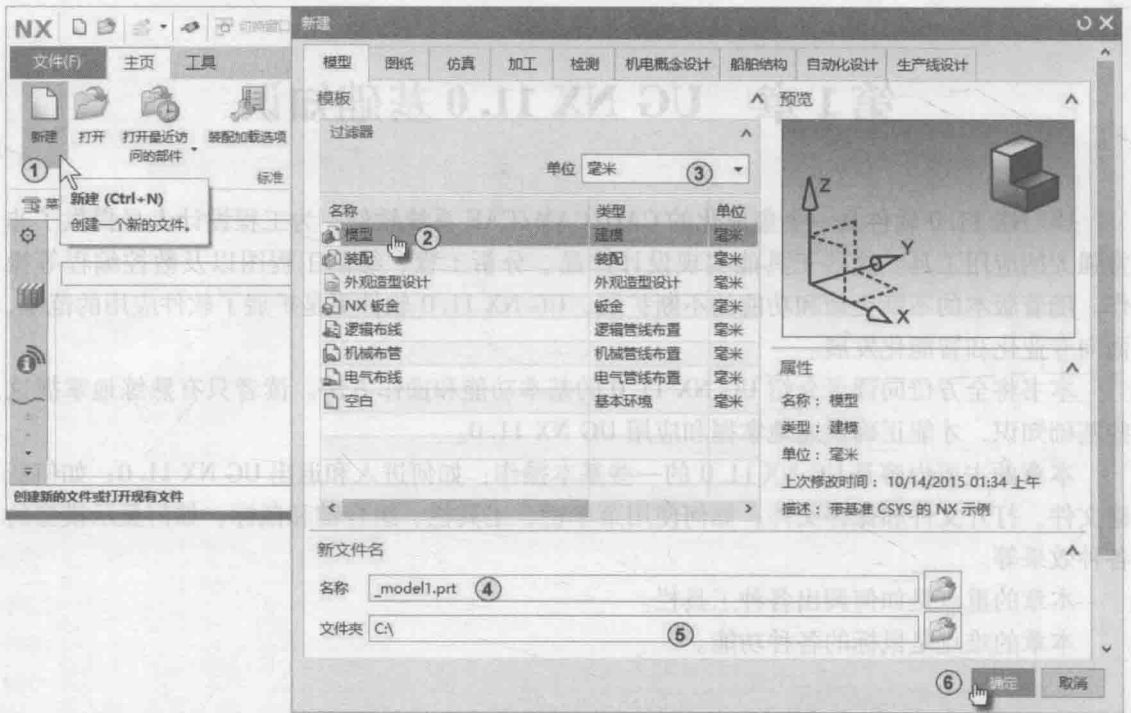

图 1-2 创建新文件
启动结束后系统进入默认的“轻量级”界面,单击“主页”选项卡中的“新建”按钮,如图 1-2 中①所示。系统弹出“新建”对话框,在“新建”对话框的“模型”列表框中选择模板类型为默认的“模型”,单位为默认的“毫米”,在“新文件名”中的“名称”文本框中选择默认的文件名称“_model1.prt”,在“文件夹”文本框中指定文件路径“C:\”,单击“确定”按钮,
如图 1-2 中②~⑥所示。